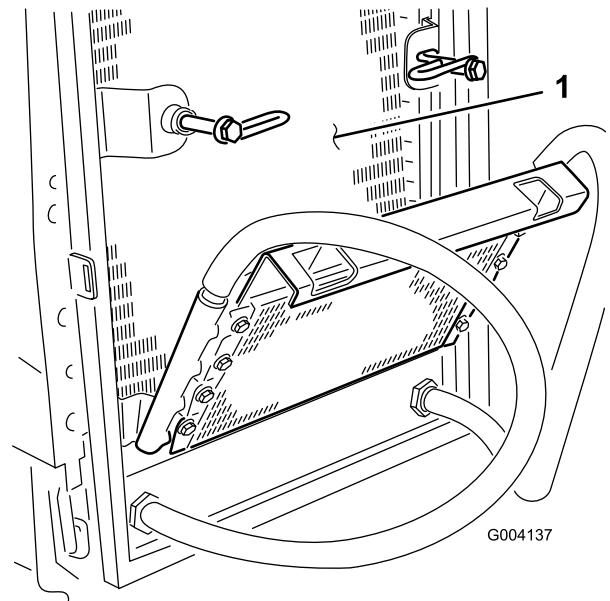

Рисунок 59
6. Тщательно очистите обе стороны маслоохладителя и радиатора (Рисунок 59) сжатым воздухом.